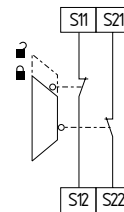

Fig. 7
**Circuito de monitorización de un resguardo de seguridad de dos canales con dispositivo de enclavamiento según EN ISO 14119 (véase fig. 7)**